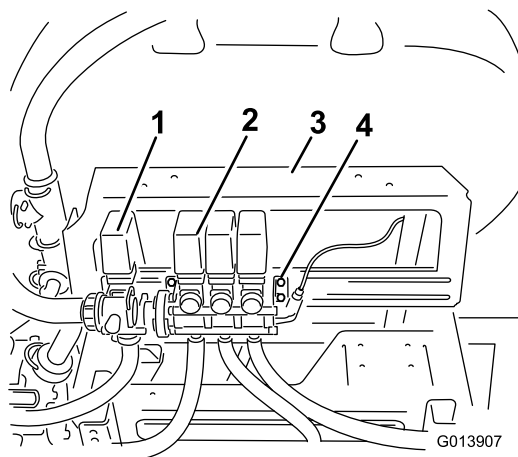

Figure 3
1. Desserrez, mais ne retirez pas, les boulons qui fixent l'ensemble vannes de rampe au support (Figure 3).